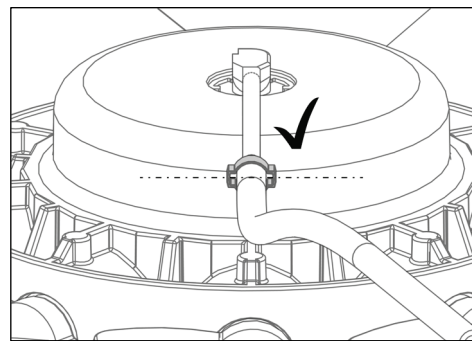

Abb. 18
- 10) 2-Ohr-Klemme wie in Abb. 18 positionieren.